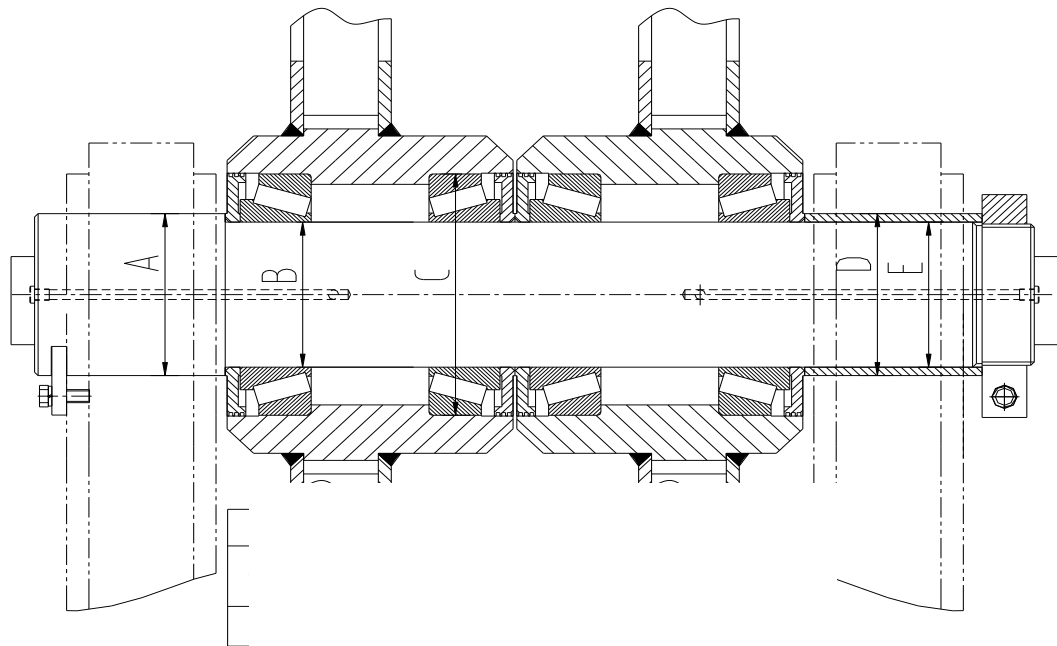

Рисунок 7-18. Допуски размеров головного блока
6. Из опоры подшипника вытащить головные блоки (см. рисунок 7-18).